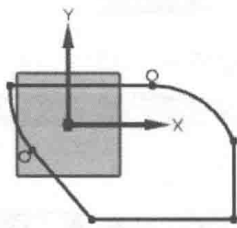

图 1.1.2 草图轮廓
Step2. 选择下拉菜单 **插入(I)** → **在任务环境中绘制草图(O)** 命令，选择 XY 平面为草图平面，单击 **确定** 按钮，系统进入草图环境。选择下拉菜单 **插入(I)** → **曲线(C)** → **轮廓(O)** 命令，绘制图 1.1.2 所示的草图轮廓。